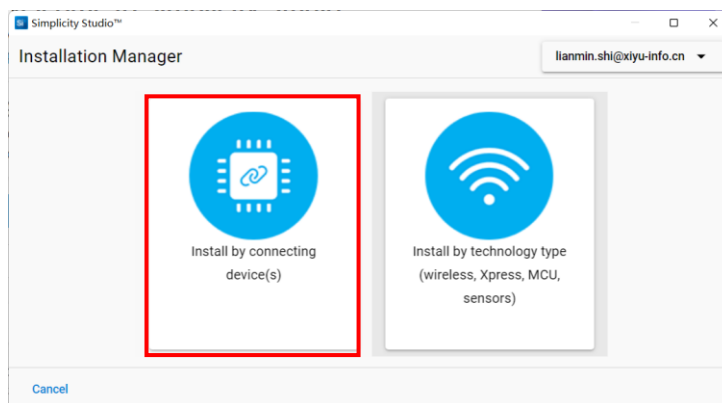

图 9 选择安装方式
装。然后，安装 Manager (packages)，安装方式有两种：(1) 通过连接的设备安装，本次试用以这种方式安装；(2) 通过技术类型 (无线、Xpress、MCU、传感器等) 安装，如图 9 所示。